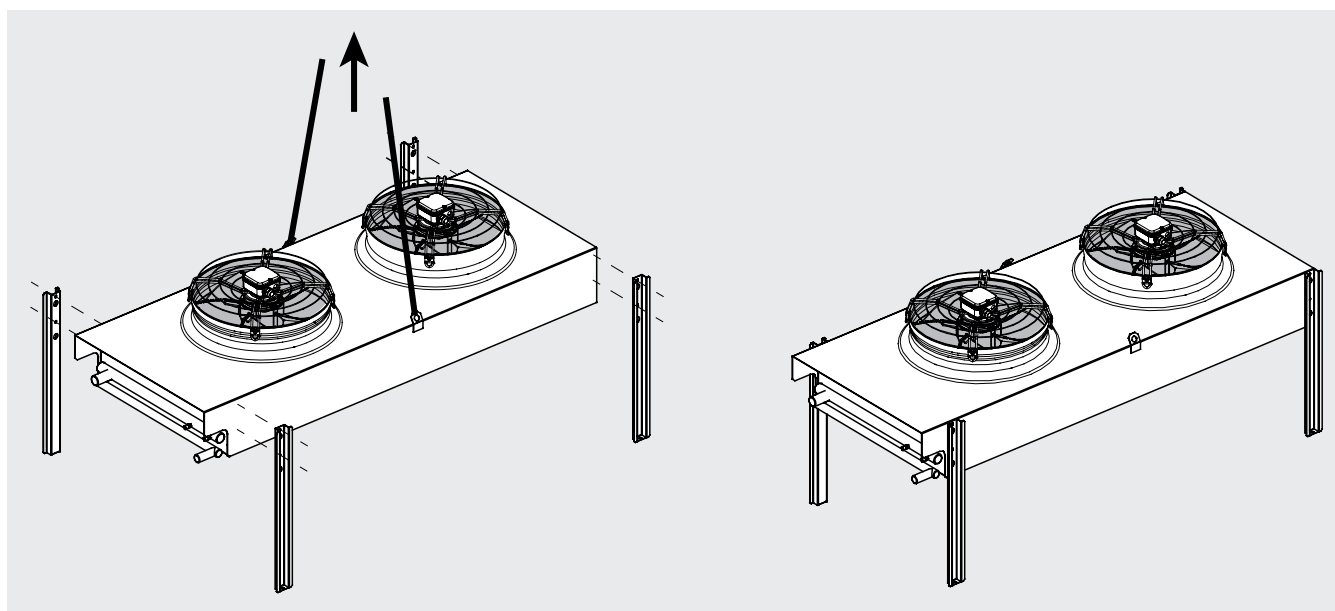

Figura 4
- 6.5 Los modelos estándar se suministran con soportes para la instalación con flujo de aire horizontal. Es posible realizar la instalación con flujo de aire vertical mediante el montaje del kit opcional correspondiente; véase la Figura 4.